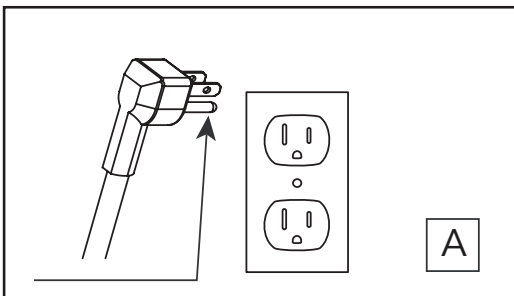

Fig. 1
| <p>6. Do not operate any heater with a damaged cord or plug or after the heater malfunctions, has been dropped or damaged in any manner. Discard heater, or return to authorized service facility for examination and/or repair.</p> <p>7. Do not use outdoors.</p> <p>8. This heater is not intended for use in bathrooms, laundry areas and similar indoor locations. Never locate this appliance where it may fall into a bathtub or other water container.</p> <p>9. Do not run cord under carpeting. Do not cover cord with throw rugs, runners or the like. Arrange cord away from traffic areas and where it will not be tripped over.</p> <p>10. To disconnect heater, turn controls to the off, and turn off power to heater circuit at main disconnect panel (for operate internal disconnect switch if provided).</p> <p>11. Connect to properly grounded outlets only. This heater is for use on 120 volts. The cord has a plug as shown at A in Fig. 1. Do not use a 2 prong adapter. Never use with an extension cord or relocatable power tap (outlet/ power strip).</p> | <p>6. Ne faites pas fonctionner un appareil dont le cordon ou la fiche est endommagé ou après un dysfonctionnement, une chute ou un dommage quelconque de l'appareil. Mettez l'appareil au rebut ou retournez-le à un centre de service agréé pour examen et/ou réparation.</p> <p>7. N'utilisez pas cet appareil à l'extérieur.</p> <p>8. Cet appareil n'est pas conçu pour être utilisé dans une salle de bains, une salle de lavage ou tout autre endroit humide semblable. Ne placez jamais cet appareil à un endroit où il risquerait de tomber dans une baignoire ou un autre contenant rempli d'eau.</p> <p>9. Évitez de placer le cordon sous un tapis. Ne couvrez pas le cordon avec une carpeite, un tapis de passage ou un autre article semblable. Placez le cordon dans un endroit peu passant et où il ne pourra pas être accroché.</p> <p>10. Pour débrancher le chauffe-eau, mettez les commandes à l'arrêt et coupez l'alimentation du circuit du chauffe-eau au niveau du panneau de déconnexion principal (pour faire fonctionner l'interrupteur de déconnexion interne s'il est fourni).</p> | <p>5. Siempre desenchufe este electrodoméstico cuando no lo use.</p> <p>6. No opere ningún calentador después de que el cable de alimentación o el enchufe estén dañados, o que el calentador esté defectuoso, caído o dañado de alguna manera. Deseche el calentador o devuélvalo a un centro de servicio autorizado para su inspección y / o reparación.</p> <p>7. No lo use en exteriores.</p> <p>8. Este calentador no se debe usar en el baño, lavadero y en espacios húmedos similares interiores. Nunca coloque este calentador donde se pueda caer dentro de una bañera u otro contenedor de agua.</p> <p>9. No coloque el cable debajo de una alfombra. No cubra el cable con alfombras, tapetes o similares. Coloque el cable lejos de zonas de tránsito en donde nadie se pueda tropezar y caer.</p> <p>10. Para desconectar el calentador, apague los controles y apague la fuente de alimentación del circuito del calentador en el disyuntor principal (para operar el interruptor de desconexión interno si se proporciona).</p> |
11. Brancher uniquement dans une prise de courant munie d'une mise à la terre. Cet appareil de chauffage a été conçu pour être utilisé sous une tension de 120 V. La fiche du cordon est montrée à la figure 1 en A. Ne pas utiliser d'adaptateur de 3 broches à 2 broches. Ne jamais utiliser avec une rallonge ou une barre d'alimentation (multiprises).
11. Conectar solamente a una toma de corriente con conexión a tierra adecuada. Este calentador debe utilizarse con 120 voltios. El cable incluye un enchufe tal como se muestra en la figura A en la Fig.1. No utilice un adaptador de 2 clavijas. Nunca use un cable de extensión o tomas de alimentación reubicable (enchufes/regletas).